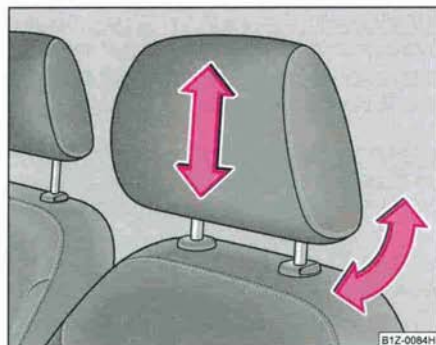

Fig. 63 Régler les appuie-tête
- Saisissez latéralement l'appuie-tête avec les deux mains et faites-le monter ou descendre dans le sens de la flèche ⇒ fig. 63.
⇒ fig. 63. La position est encore plus confortable en ajustant l'appui-tête.